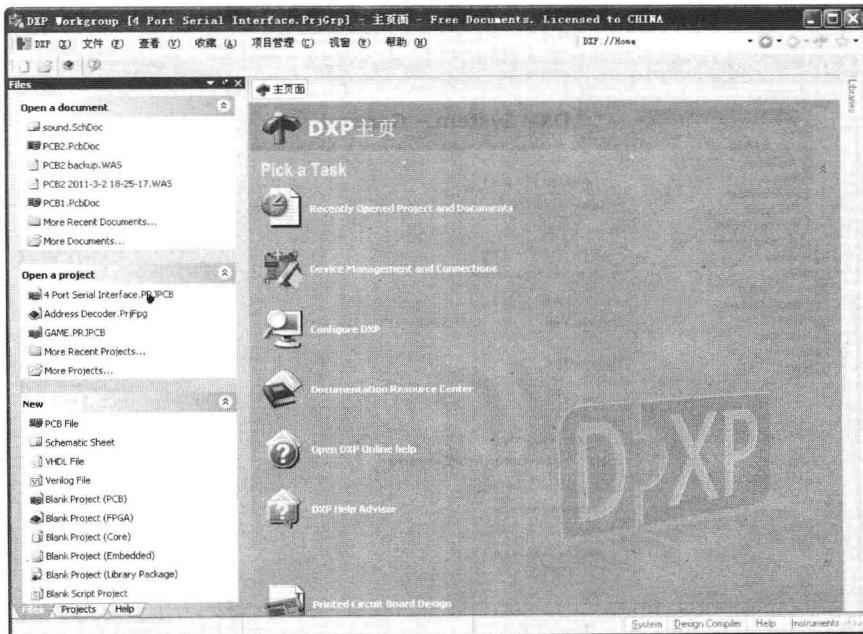

图 1-6 Altium DXP 2004 中文语言环境
(6) 单击【OK】按钮确认，返回主页，在主页中单击右上角的【关闭】按钮关闭 Altium DXP 2004 系统。
(7) 重新启动后的 Altium DXP 2004 如图 1-6 所示，可以看到 Altium DXP 2004 已经成为中文语言环境。